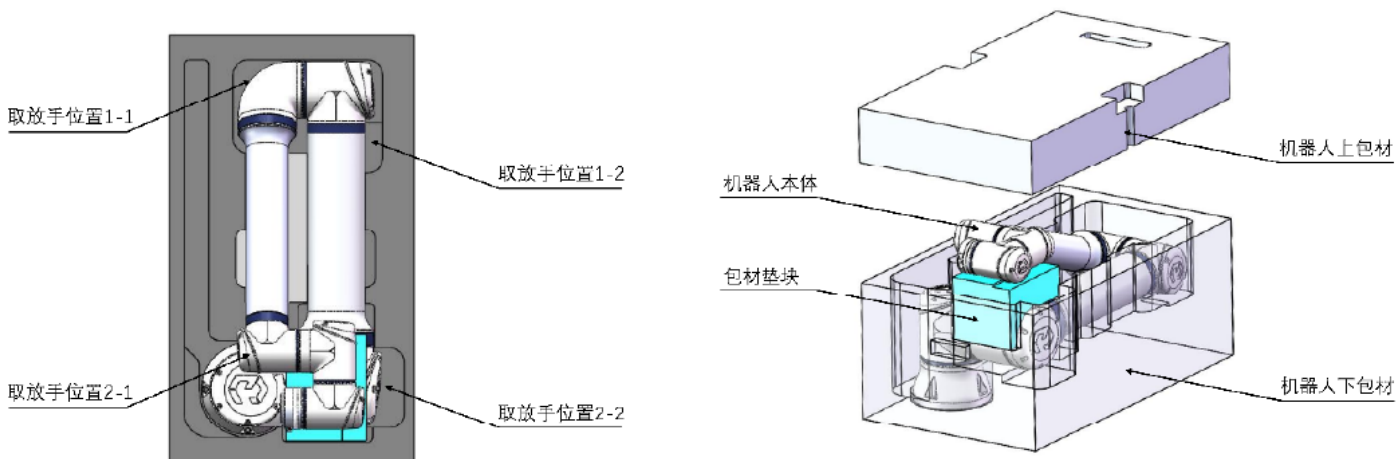

图 6-1: 机器人打包图 1
1. (A1: 45°、A2: -180°、A3: 160°、A4: -70°、A5: 180°、A6: -90°)，如图 6-1所示；